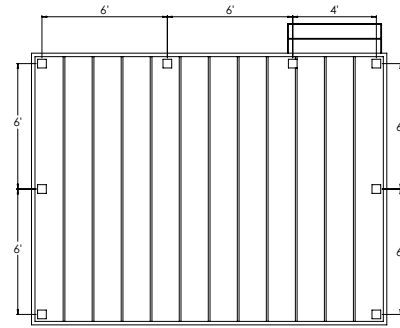

fig. 4
Paso 1 Determine la disposición y cantidad de postes para barandal que necesitará para su terraza. El espaciamiento de los postes es de 183 cm (6 pies) o 244 cm (8 pies) de centro a centro. Los postes están disponibles con perforaciones para postes de terminación, de línea y de esquina. Es posible hacer muchas disposiciones. Por ejemplo: Una terraza de 3.7 x 4.9 m (12 x 16 pies) anexa a un edificio con una abertura de acceso de 1.2 m (4 pies) en un lado requerirá 8 postes en total (fig. 4). Usar más de 2 postes de esquina por tramo de cable limitará su capacidad para aplicar una tensión apropiada a los cables, así que es recomendable posicionar los postes dobles alejados del área donde desea tener menos interferencia para la vista. *Nota: no instale el cable hasta después de haber instalado todos los postes, barandales y espaciadores.*